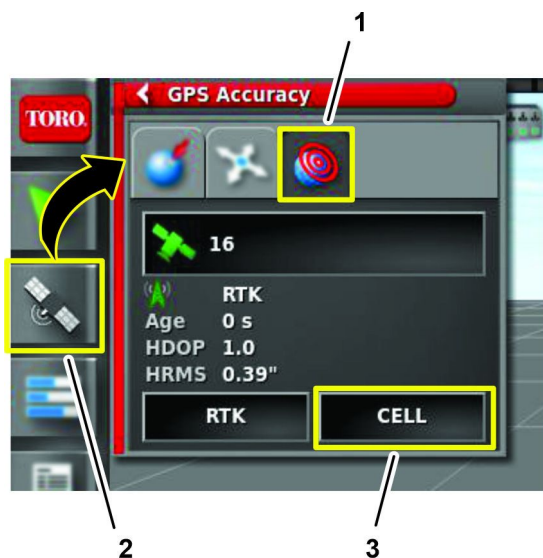

図 167
3. ジオリンクの制御コンソール上で GPS 情報 アイコンを押す 図 167。